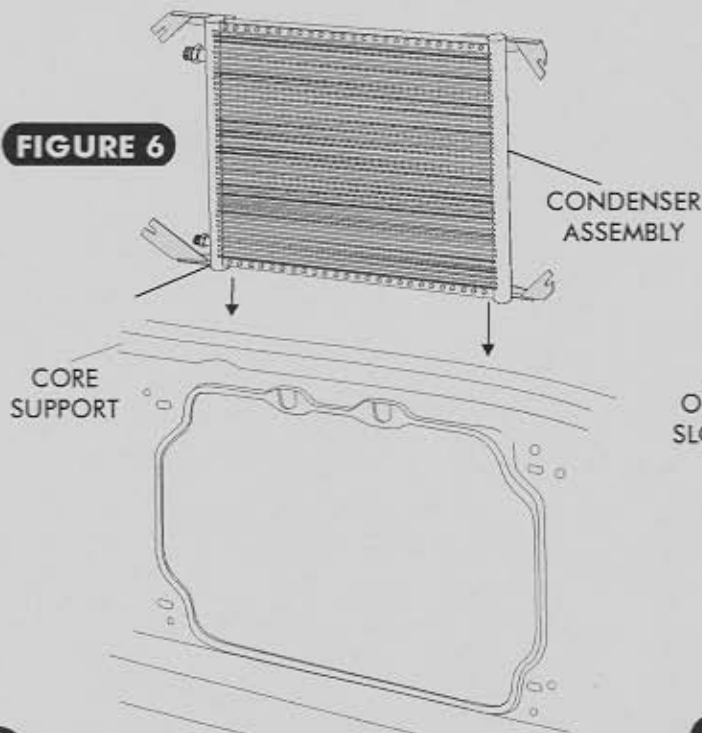

FIGURE 6
- INSTALL CONDENSER ASSEMBLY BY PLACING THE CONDENSER ON THE BACK SIDE OF THE CORE SUPPORT AS SHOWN IN FIGURE 6.